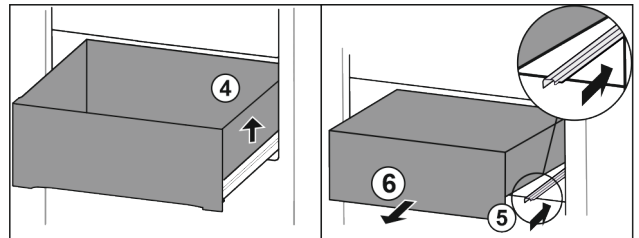

Fig. 14*
- ▶ Lade rechts optillen Fig. 14 (4).*
- ▶ Rechter rail erin schuiven Fig. 14 (5).*
- ▶ Lade er naar voren uitnemen Fig. 14 (6).*